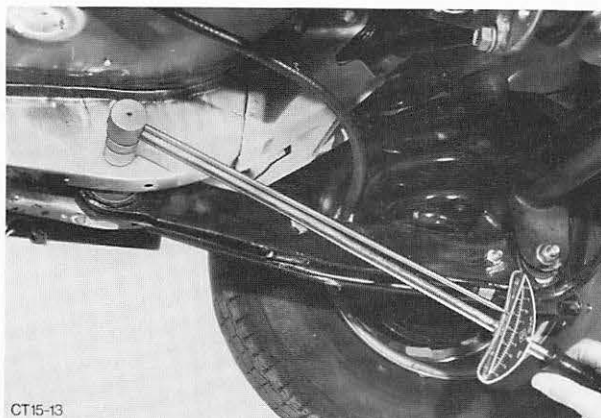

Abb. 37 Muttern – Längslenkerbolzen mit vorgeschriebenem Drehmoment festziehen
10. Muttern der Längslenkerbolzen mit vorgeschriebenem Drehmoment festziehen. Abb. 37.